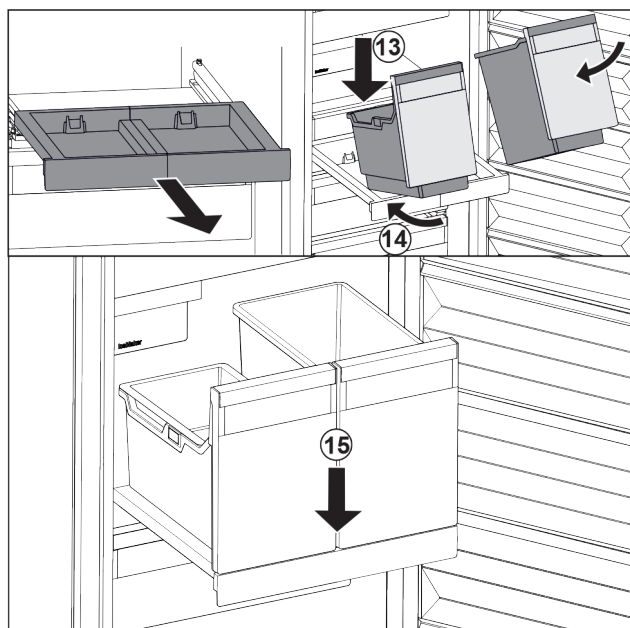

Fig. 145
- Helyezze ferdén a kihúzható rácsra a tárolókat. Fig. 145 (13)
- Tolja be ferdén hátra a tárolókat. Fig. 145 (14)
- Helyezze le a tárolók elejét. Fig. 145 (15)